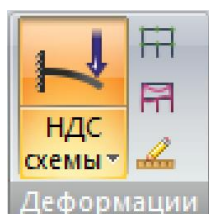

Рис. 93. Панель **Деформации**
- **Деформации** (рис.93) - операции, которые позволяют отображать деформации расчетной схемы.